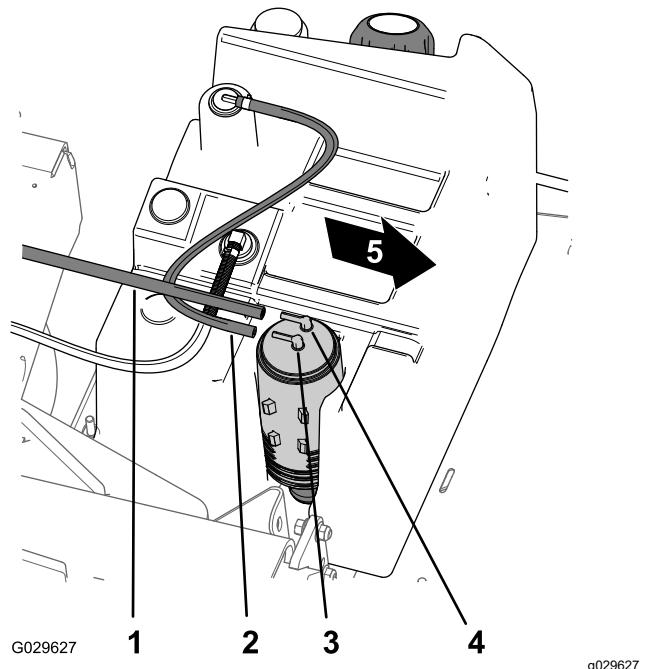

Figura 44
2. Rimuovete il flessibile del serbatoio del carburante dal raccordo sul canister a carboni attivi contrassegnato con Fuel Tank (serbatoio del carburante) (Figura 44).
1. Rimuovete il flessibile di aspirazione dal raccordo sul canister a carboni attivi contrassegnato con Purge (spurgo) (Figura 44).
8. Montate il flessibile di aspirazione sul raccordo sul canister a carboni attivi contrassegnato con Purge e il flessibile del serbatoio del carburante sul raccordo contrassegnato con Fuel Tank (Figura 44).